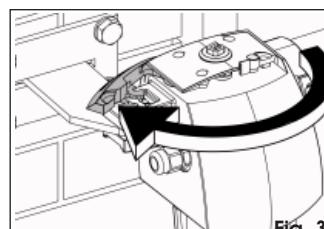

Fig. 3
4. Gire la palanca de desbloqueo hasta su tope (Fig. 3).